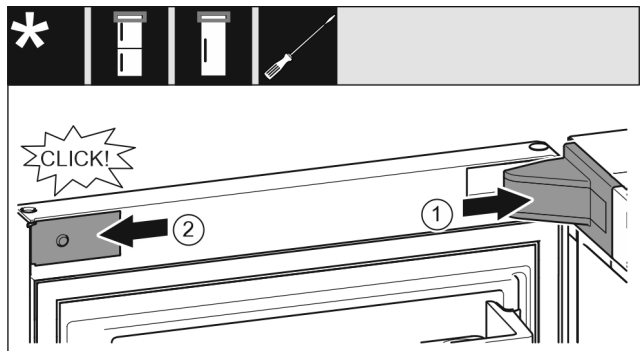

Fig. 22
- Sätt an lagerbocksskyddet Fig. 22 (1) och haka i, tryck vid behov försiktigt isär det.
- Sätt an panelen Fig. 22 (2) på sidan och haka i.